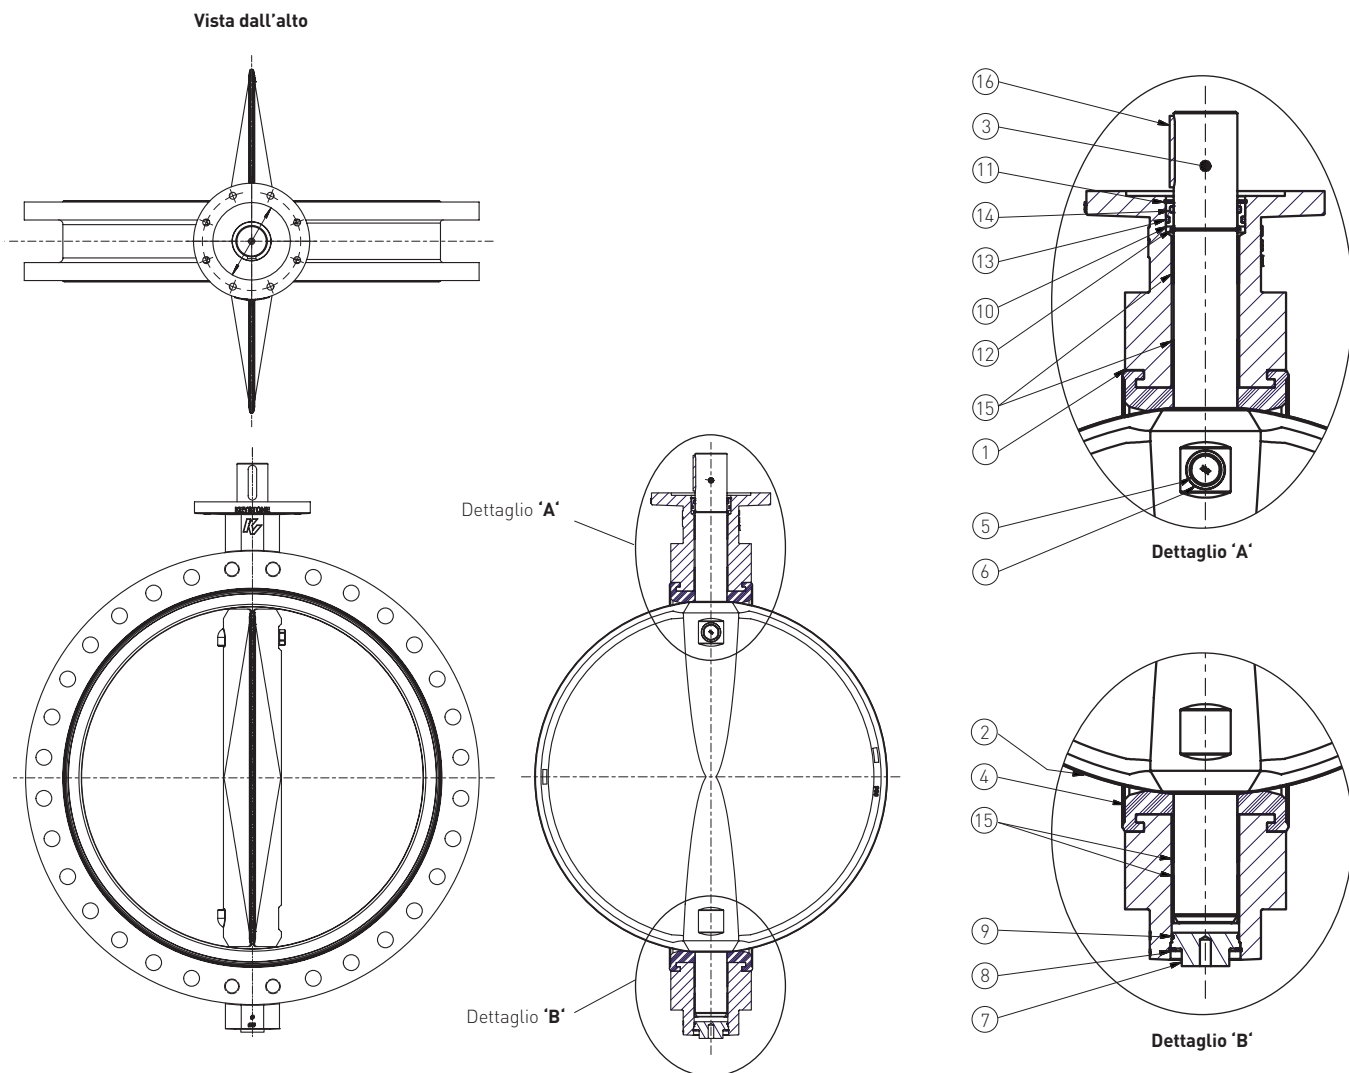

FIGURA 3
4.3 Disassemblaggio della valvola (vedere Figura 3) DN 600-1000 (NPS 24-40)
4.4 Assemblaggio della valvola (vedere Figura 3) DN 600-1000 (NPS 24-40)